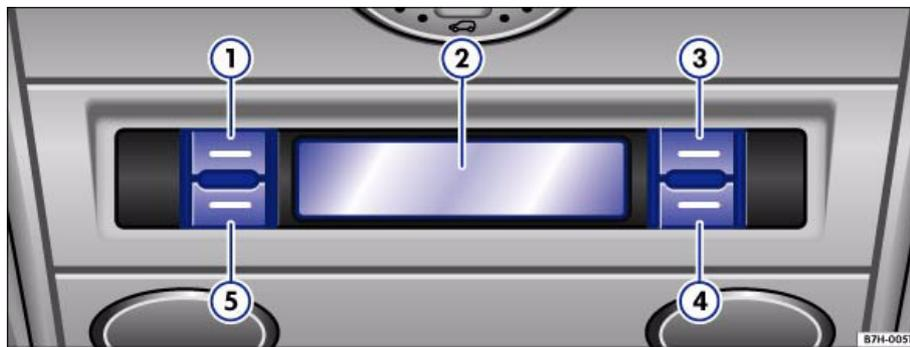

Abb. 91 Ausschnitt vom Dachhimmel: Bedienelemente der Standheizung
Mit den Tasten ⇒ Abb. 91 werden die Betriebsarten der Standheizung eingestellt.
- Drücken Sie bei eingeschalteter Zündung die Taste ⇒ Seite 128, Abb. 91 ⑤.
- Wählen Sie mit der Taste ③ das Symbol  („Datum einstellen“) aus.
- Drücken Sie die Taste ⑤, um das Datum einzustellen.
- Wählen Sie mit der Taste ③ Jahr aus und stellen Sie das Jahr mit der Taste ④ ein.
- Wählen Sie mit der Taste ③ Monat aus und stellen Sie den Monat mit der Taste ④ ein.
- Wählen Sie mit der Taste ③ Tag aus und stellen Sie den Tag mit der Taste ④ ein.
- Drücken Sie die Taste ⑤, um die Einstellungen zu speichern.